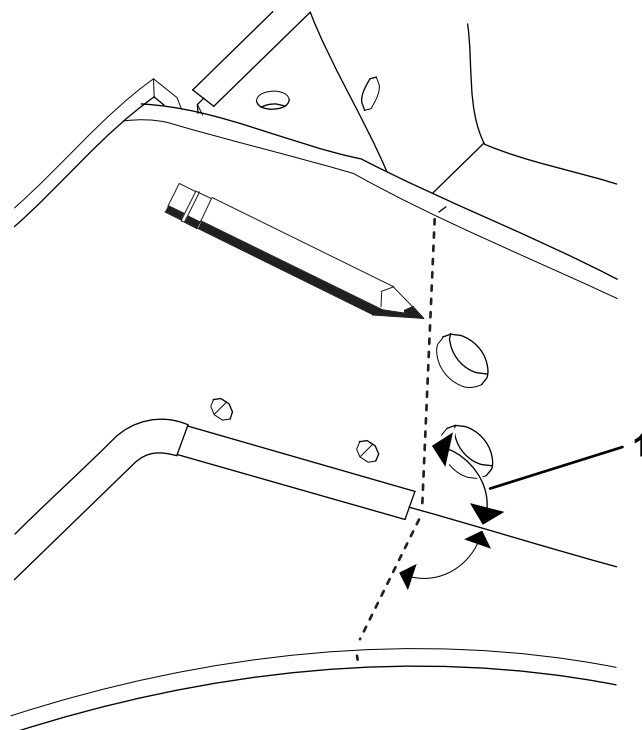

図 9
2. 定規とマーカで、アクスルサポートの基部から両側に 90° の線を引く 図 9 機体の反対側でも同じ作業を行う。